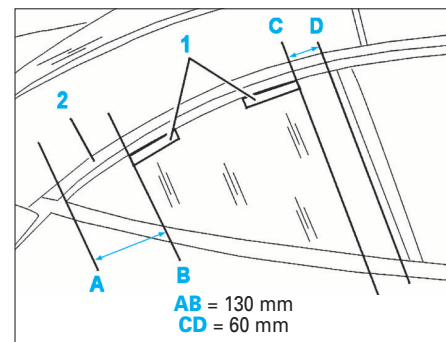

FIG. 59
- Coller 2 rubans adhésifs (1) aligné avec le bord du joint latéral de toit (2) et positionner comme sur la figure (Fig.59).